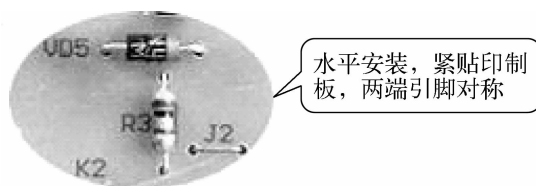

图 1-2-4 电阻和整流二极管安装效果图
(1) 安装电阻和整流二极管 如图 1-2-4 所示,电阻和整流二极管均采用水平安装,紧贴印制板,电阻色环方向应一致。